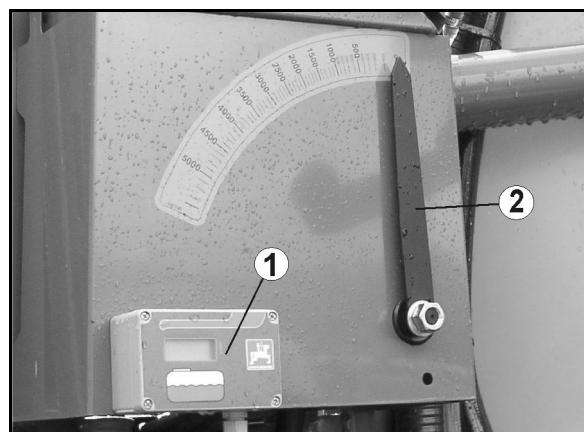

Fig. 52
- electronic (Fig. 52/1) (opțiune)
- mecanic (Fig. 52/2)